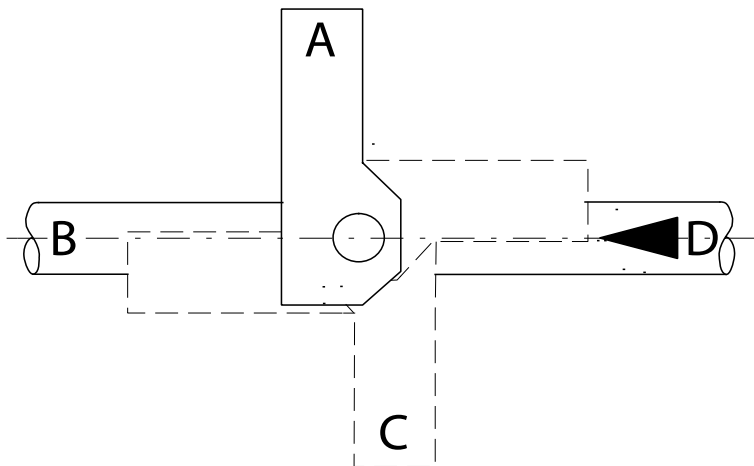

Fig.5-6 Ställdonets monteringslägen
5. Montera ställdonet i önskat läge (position A, B, C eller D) (→ Fig.5-6).